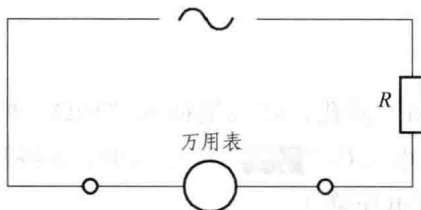

图 2.2 交流电流测量电路
(1) 将黑表笔插入“COM”插孔,当测量最大值为 200 mA 的电流时,红表笔插入“mA”插孔;当测量最大值为 20 A 的电流时,红表笔插入“20 A”插孔。
(2) 将功能开关置于交流电流挡“ A_{AC} ”量程,并将测试表笔串联接入待测电路中,如图 2.2 所示。